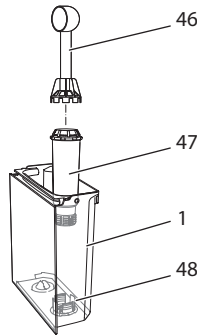

Fig. 25: Vissage/dévisage du filtre à eau
- Retirer le filtre à eau quand l'appareil y invite. (voir Fig. 25, page 91).